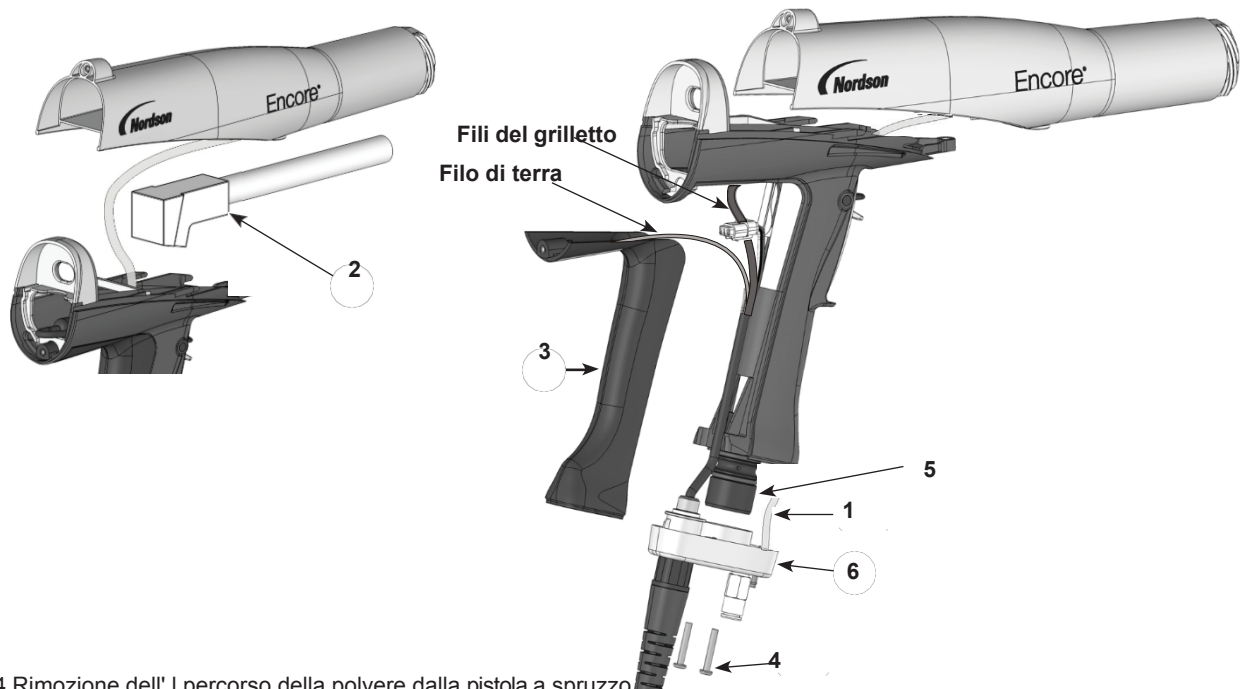

Figura 6-4 Rimozione dell' I percorso della polvere dalla pistola a spruzzo
1. Vedere la Figura 6-4. Rimuovere il tubo di uscita (2) dal tubo di ingresso. La parte a gomito del tubo di uscita è fissata al tubo di ingresso con un O-ring ben saldo; muovere il gomito avanti e indietro per estrarlo.
2. Rimuovere le due viti M3 x 20 (4) dalla base dell'impugnatura (6).
3. Tirare la base lontano dalla maniglia, ruotare la parte inferiore del cuscinetto di terra (3) verso l'alto e lontano dalla maniglia, quindi rimuoverlo. Lasciare il cavo di terra collegato al cuscinetto di terra.
1. Vedere la Figura 6-4. Installare il tubo di ingresso (5) nella maniglia.